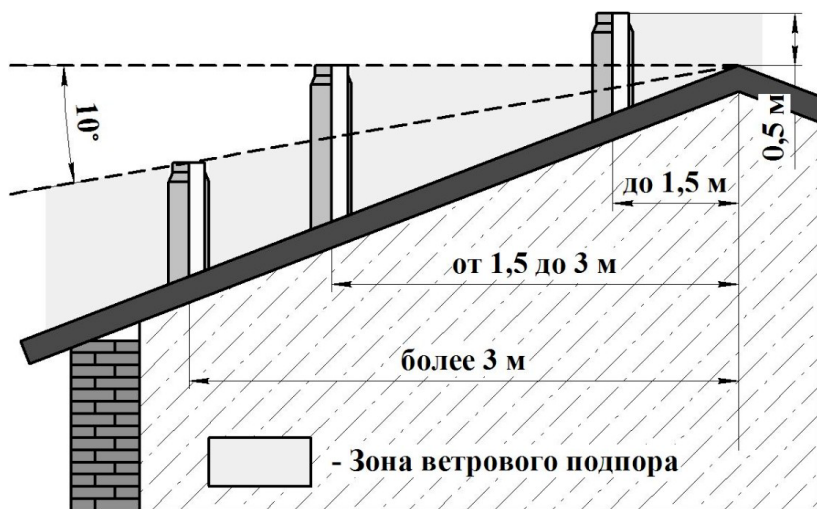

Рисунок 10 — Требования к высоте дымохода
- не ниже линии, проведенной от конька вниз под углом  $10^\circ$  к горизонту при расположении дымовой трубы от конька на расстоянии более 3 м. (см. рисунок 10)